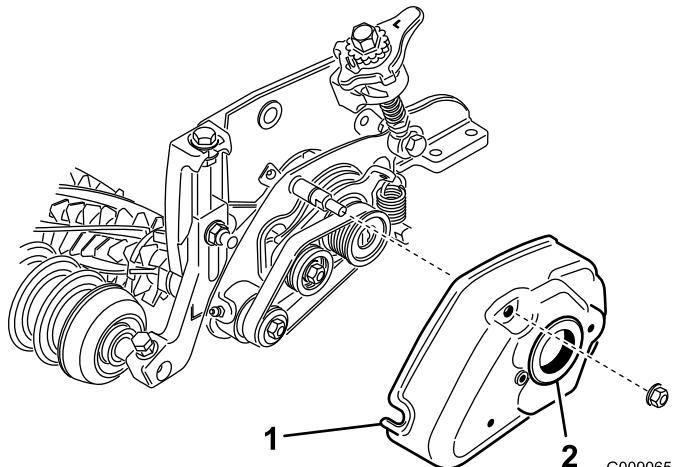

Рисунок 22
- Установите крышку щетки и закрепите двумя фланцевыми гайками (5/16 дюйма) (Рисунок 22).
- Нанесите консистентную смазку на внутренний диаметр втулки в крышке щетки (Рисунок 22).